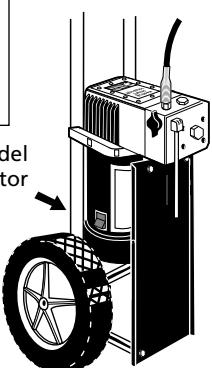

Figura 3 - Ubicación del Interruptor
2. Coloque el interruptor para encender en ON (Vea la Figura 3).